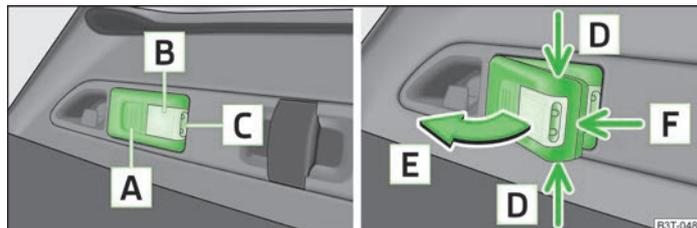

Abb. 42 Herausnehmbare Leuchte
- › Beleuchtung des Gepäckraums - es leuchtet Teil **B** » Abb. 42 (Leuchte sitzt in der Halterung);
- › Die Leuchte im Bereich der Pfeile **D** » Abb. 42 auf Seite 58 anfassen und diese in Pfeilrichtung **E** herausschwenken.
- Wird die Leuchte nicht ausgeschaltet und korrekt in die Halterung eingesetzt, werden die Lampen im vorderen Teil **C** » Abb. 42 auf Seite 58 der Leuchte automatisch ausgeschaltet.
- › Die Akkuabdeckung mit einem schmalen, spitzen Gegenstand ab der Stelle des Arretierungsclips **F** » Abb. 42 auf Seite 58 abhebeln.